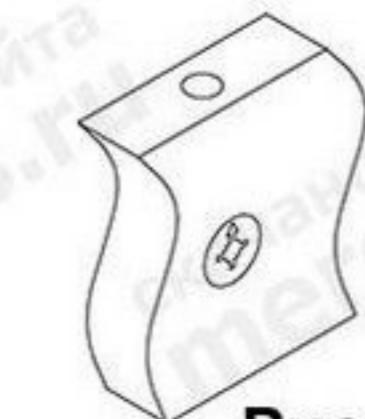

Рис. 1
Взять стенку заднюю выдвижного ящика и забить в соответствующие отверстия шканты (1). Соединить боковины ящика с задней стенкой. Фиксацию производить при помощи евровинтов (6). Далее положить каркас ящика на заднюю стенку и забить шканты (1) в соответствующие торцевые отверстия на боковинах ящика, и вставить стяж растекс (11) (см.рис.1). После этого вставить дно ящика в пазы на каркасе ящика, таким образом, чтобы дно ящика вошло в паз на стенке задней ящика. Далее закрутить в переднюю панель ящика в имеющиеся муфты дюбеля стяжек-растекс (4). Соединить переднюю панель ящика с каркасом . Фиксацию произвести путем поворота стяжки (11) по часовой стрелке. Далее к передней панели прикрепить ручку винтами M4x20 , входящих в комплект ручки (при комплектации винтами M4x22 использовать прокладочные шайбы входящие в комплект фурнитуры). Аналогичным образом собрать остальные ящики.